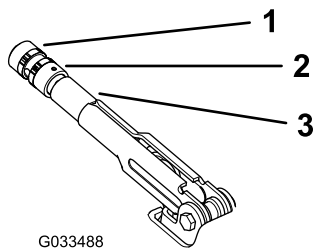

図 59
2. 調整ノブをブレーキレバーに固定している固定ねじをゆるめる 図 59。
3. ノブ 図 59 を回し、20-22 kg 程度の力でブレーキを作動させられるように調整する。
4. 調整が終わったら固定ねじを締める 図 59。